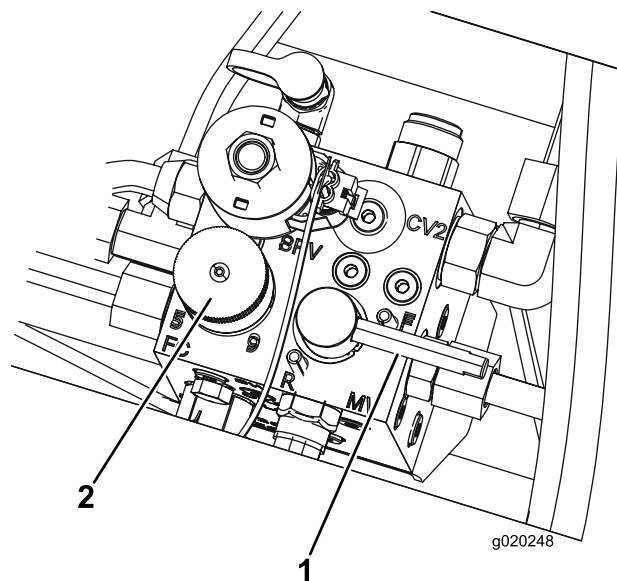

Bild 81
5. Stellen Sie das Bedienelement für die Spindeldrehzahl auf die Stellung 1 (Bild 81).
6. Drehen Sie den Läpphebel in die R-Stellung (Bild 81).